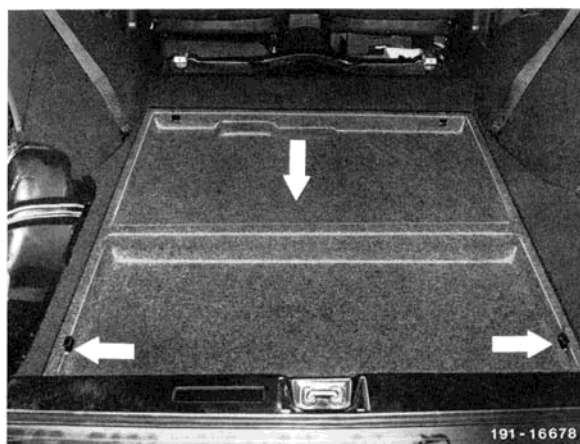

Bild 2
- 5 Halter und Belag ausbauen (Bild 2).